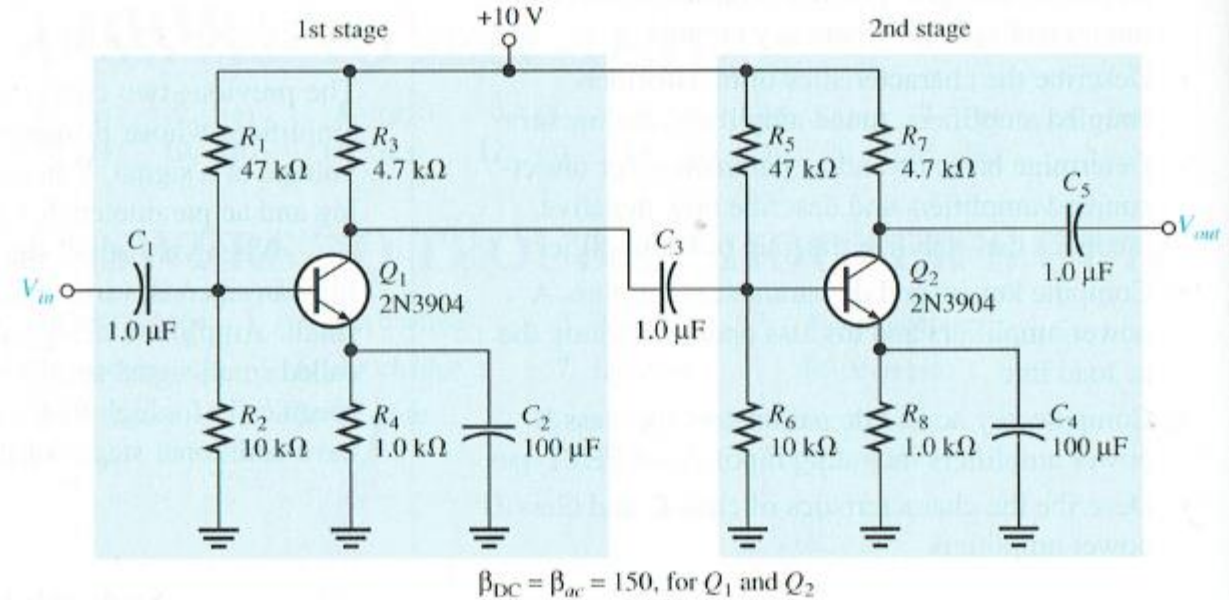
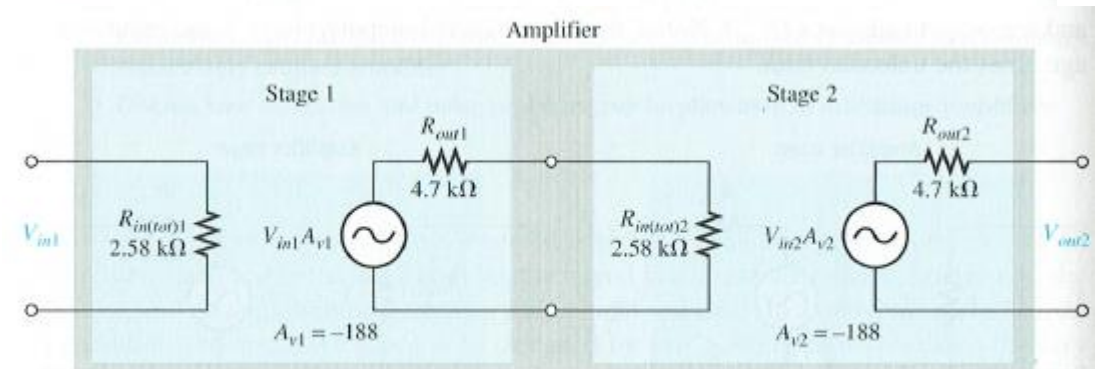

FIGURE 5-1 A two-stage CE amplifier.
FIGURE 5-3 AC model of the complete two-stage amplifier.
- Fig. 5-3 stelt het equivalent AC-model voor van de tweetrapsversterker van fig. 5-1. De onbelaste spanningsversterking is voorgesteld bij de Thevenin-bron. Het model van fig. 5-3 kan gebruikt worden om de totale versterking te vinden. Deze is afhankelijk van volgende punten: